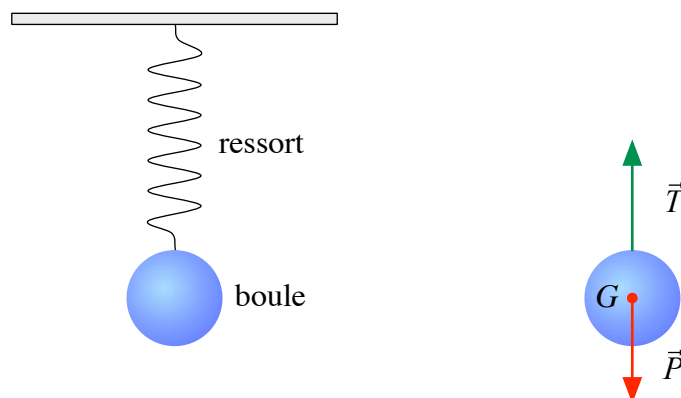

FIGURE 9 – La boule soumise à deux forces est en équilibre
**Exemple 1.2** Une boule accrochée à un ressort est en équilibre (figure 9). Considérons uniquement les forces qui s'appliquent à la boule : son poids  $\vec{P}$ , vertical et appliqué en  $G$ , et la tension  $\vec{T}$  du ressort.